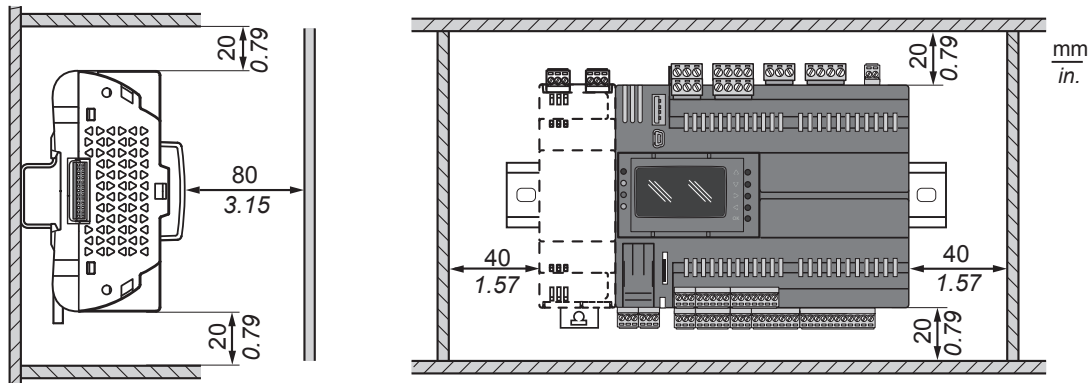

Abb. 6. Abstände
Der **Regler für CO₂-Verdichterzentralen EWCM 9000 PRO (HF)** ist als Produkt der Klasse IP20 entwickelt worden und daher in ein Gehäuse zu installieren. Beachten Sie die Abstände bei der Installation des Produkts (siehe „Abb. 6“ auf S. 23).